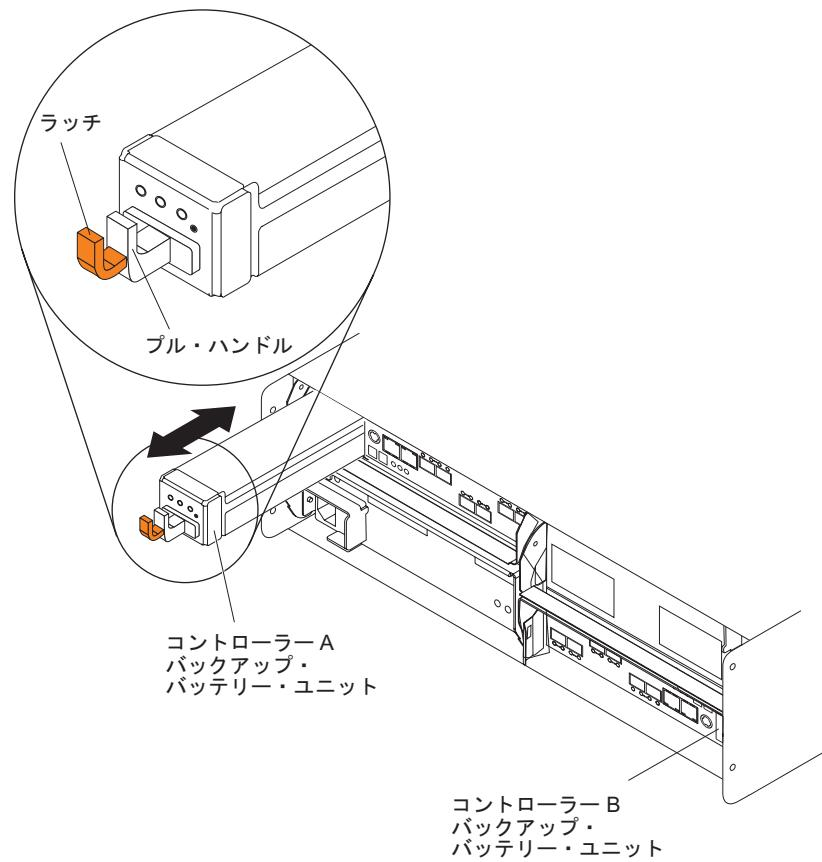

図 84. コントローラー・シャーシからのバッテリーの取り外しと再取り付け
5. RAID コントローラーから障害のあるバッテリー・ユニットを取り外すには、164 ページの図 84 に示すように、バッテリー・ユニットのオレンジ色のラッチを黒色のバッテリー・ハンドルに向けて押して DS5020 シャーシからバッテリーのラッチを外し、ハンドルを使用してバッテリー・ユニットをコントローラー・シャーシからゆっくりと引き出します。